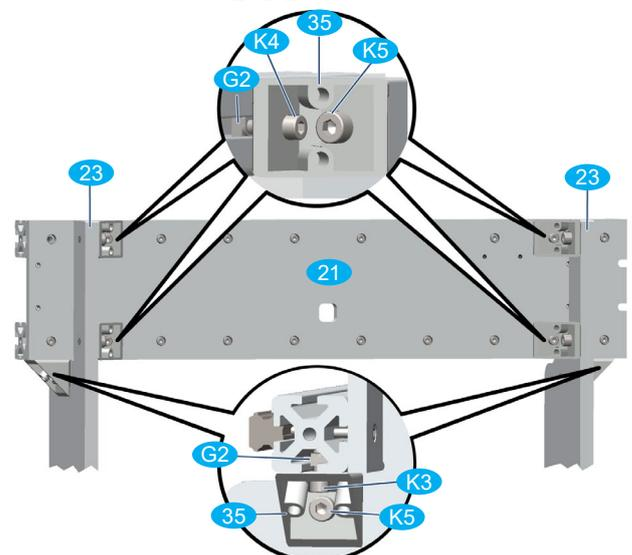

Bild 19: Verbindung von Portalbalken und -wangen
- Hammermutter durch die Langlöcher an der Rückseite des Portalbalkens in das Profil einsetzen und Winkel verschrauben (Bild 19 Lupe oben); Schrauben leicht gegenziehen, so dass die Winkel gerade noch verschoben werden können.
- Zwei Winkel **35** mit Flachkopfschrauben **K3** und Hammermutter **G2** am unteren Profil des Portalbalkens **21** verschrauben (Bild 19 Lupe unten); Schrauben leicht gegenziehen, so dass die Winkel gerade noch auf dem Profil verschoben werden können.
- Portalbalken wie in Bild 19 dargestellt auf die beiden Portalwangen auflegen und alle Winkel mit Flachkopfschrauben **K3** und Hammermuttern **G2** an den Portalwangen verschrauben; Schrauben leicht gegenziehen.